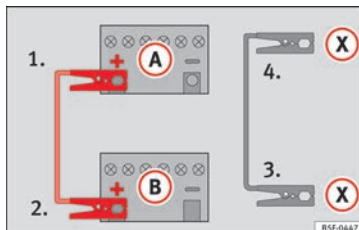

Bild 70 Skiss över anslutning i fordon med start-/stoppsystem
- *Fordon med start-/stoppsystem:* Anslut ena änden av den svarta startkabeln (X) till en lämplig jordpunkt, en fast metalldel på motorblocket eller till själva motorblocket » » bild 70.
5. Anslut andra änden av den svarta startkabeln (X) till en solid metalldel som är kopplad till motorblocket eller till själva motorblocket i bilen med det urladdade batteriet. Anslut den inte till någon punkt i närheten av batteriet (A).